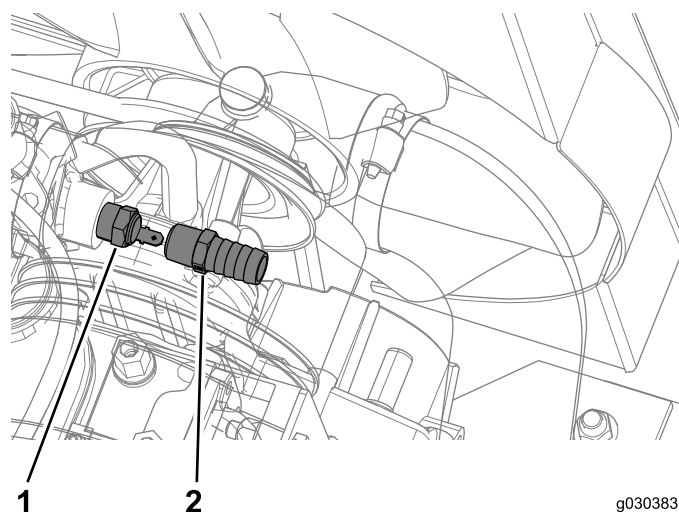

Figura 38
- Localice, desconecte y retire el sensor de temperatura como se muestra en la Figura 38.